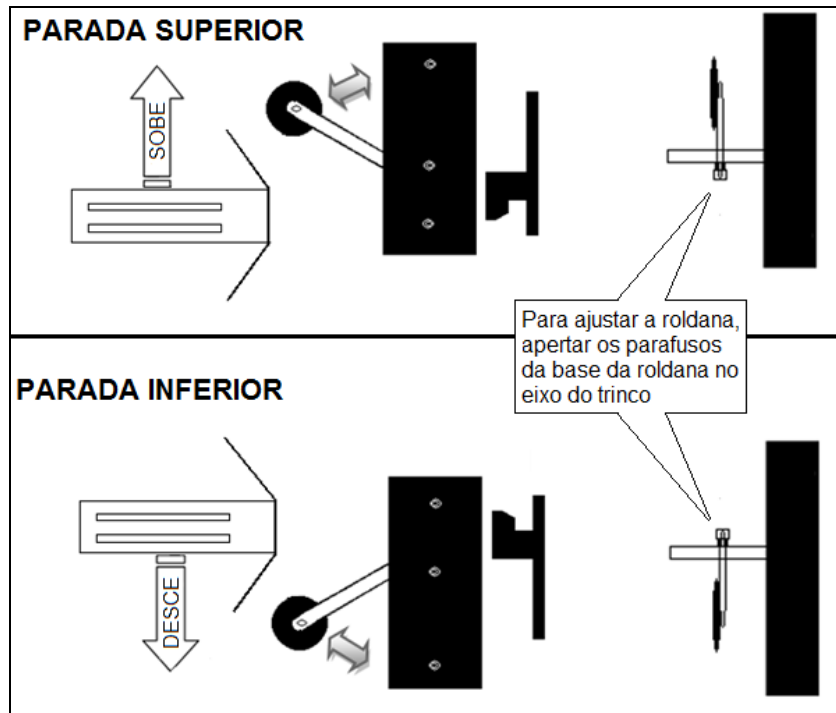

Figura 32: Atuadores de trinco de porta
- Ajustar os atuadores de trinco das portas, ver figura 32